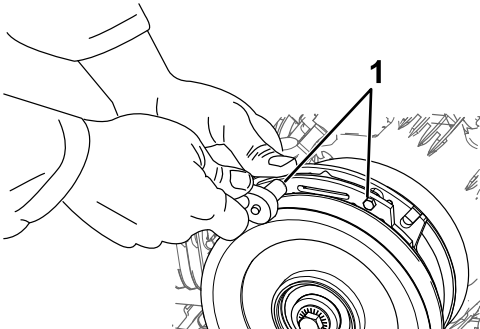

Figure 58
- A. Desserrez les boulons de fixation du frein d'un demi-tour à un tour complet, comme montré à la Figure 58.